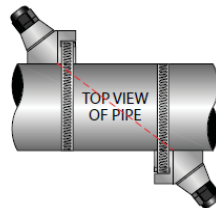

Abb. 28: Sensorposition in der Z-Anordnung
- 2) Den Schnittpunkt der beiden Enden des Papierstreifens für die Angabe des Umfangs markieren. Den Papierstreifen entfernen und auf einem flachen Untergrund ausrollen. Den Streifen zur Hälfte falten und damit den Umfang halbieren. S. Abb. 28.